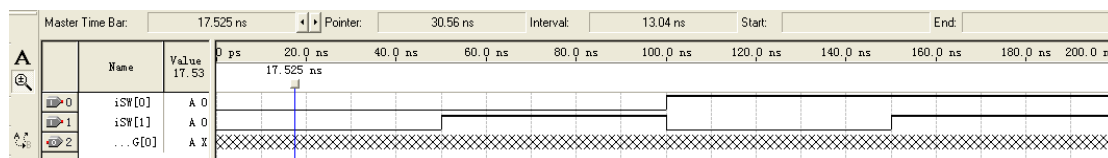

图 4-22 测试用的矢量波形
17. 单击 Node Finder..按钮，添加相关的结点 iSW[0]、iSW[1]、oLEDG[0]到波形图。将 iSW[0]设为周期 200ns 的方波，iSW[1]设为周期 100ns 的方波。如图 4-22。